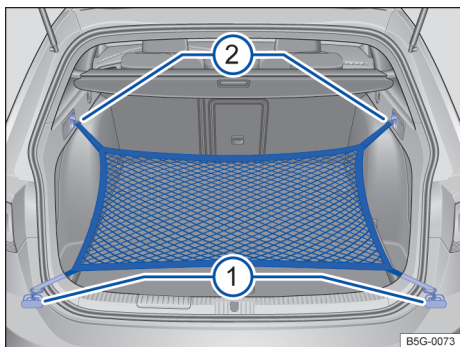

Fig. 168 No compartimento de bagagem: argolas ① e ganchos ② para engatar a sacola de rede.
- Fixe os ganchos curtos da sacola nas argolas de amarração → Fig. 168 ① → ⚠. O zíper da sacola deve ficar para cima.
- Fixe as cintas nos ganchos para pendurar sacolas ②.